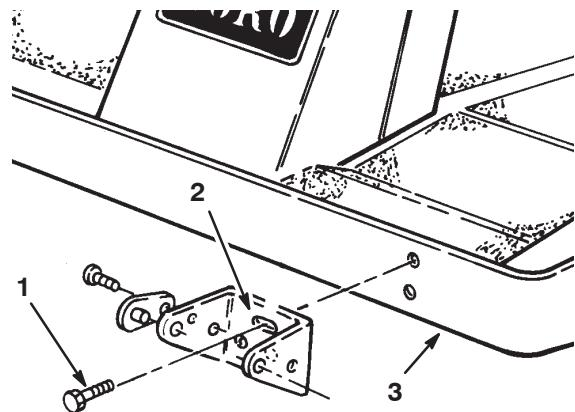

Bild 10
4. Stecken Sie zwei Bundkopfschrauben (3/8 x 1 Zoll) durch die geschlitzten Halterungslöcher, um die Befestigungshalterungen zu installieren. Drehen Sie die Schrauben in die arrierten Rahmenmuttern und ziehen Sie sie mit 61–68 Nm an (Bild 10).